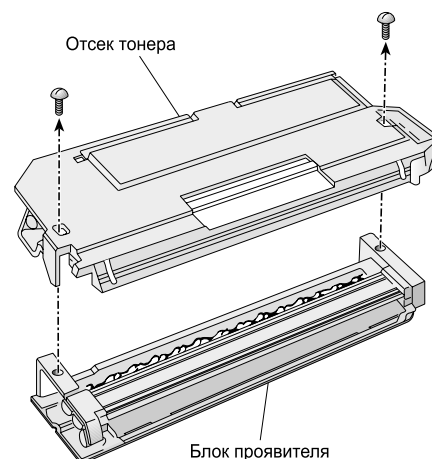

Рис. 6. Демонтаж отсека тонера и блока проявителя
- снимите два крепежных винта, скрепляющих отсек тонера с блоком проявителя, и отделите их один от другого (см. рис. 6);